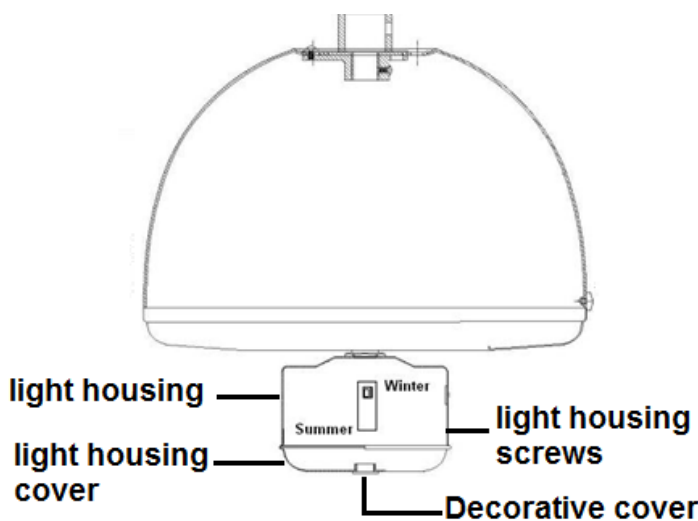

Fig. 8
1. Enlevez le couvercle du boîtier d'éclairage du boîtier d'éclairage en desserrant les vis du boîtier d'éclairage (Fig 8)